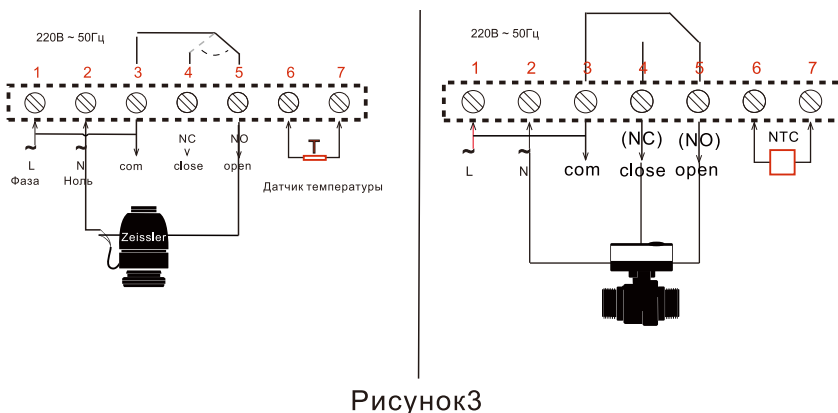

Рисунок3
4. Подсоедините провода, соблюдая полярность (рис.3): «L» - вход провода от электросети питания «ФАЗА» «N» - вход провода от электросети питания «НЕЙТРАЛЬ», «N1» и «L1» - выход к проводам нагревательной пленки. «SENSOR» - провода выносного термодатчика. Сечение провода не менее 1,5 мм2 и не более 2,5 мм2.